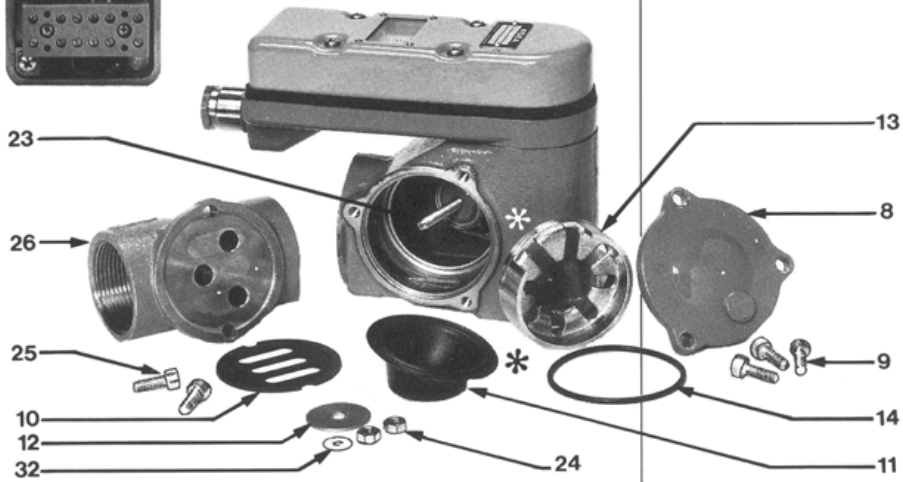

Fig. 6
2. **Pour tourner le boîtier de la plaque-orifice en vue d'inverser le sens d'écoulement par rapport à celui commandé.** Se reporter à la Fig. 6
Se reporter à la Fig. 6
- que la vis de butée (23), *Fig. 6*, limite le fléchissement à la bordure supérieure de la valeur 6 sur l'échelle. Cette butée a pour but d'empêcher la surcharge du ressort. Régler la butée en déplaçant les écrous (24).